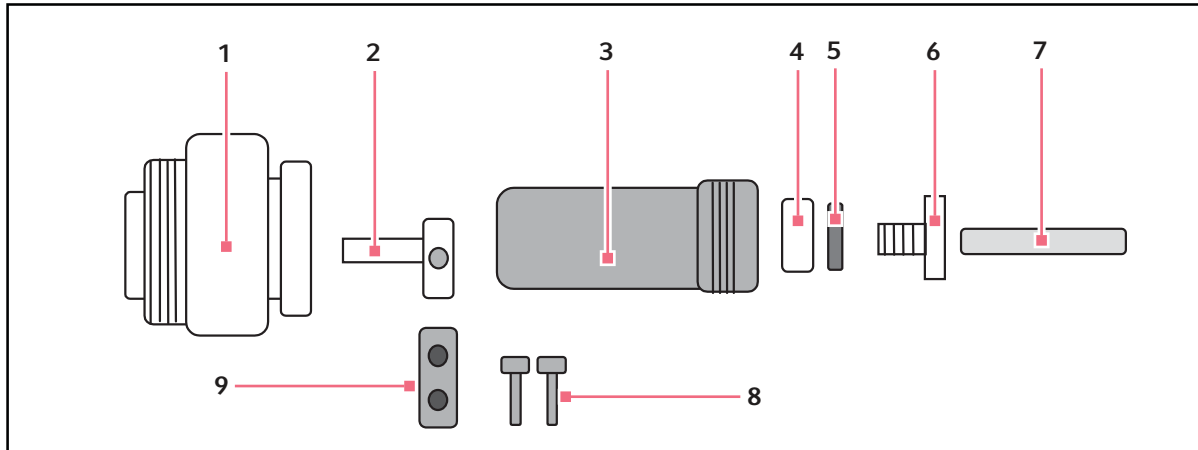

図 8-6: 内部交流電濡れた空間用プラグ
カバーと適切なコネクタを備えた交流電ソケット（参照：図 8-6 P. 71）（梱包内容に含まれる）は、湿った環境での使用を目的としています。このソケットを使用できるようにするには、Innova 42/42R で作動するデバイスに特別なプラグ（梱包内容に含まれる）を接続する必要があります。デバイスに引き抜き可能な電源ケーブルがある場合は、必要に応じて Innova 42/42r でのみ使用するための別の電源ケーブルを購入することをお勧めします。
1. 電源ケーブルをソケットに入れます。プラスチックナット、ワッシャー、ゴムグロメット、メインコーパスを通して電源ケーブルをガイドします（参照：図 8-6 P. 71）。